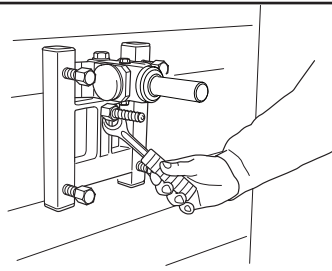

Fig. 4
2. DMS 160 AT. Fissare la colonna di foratura all'attacco angolare della piattaforma. Serrare la vite di bloccaggio (a) con una chiave a brugola da 8 mm. La colonna di foratura può essere ruotata di 360° e bloccata (fig. 4) nella posizione desiderata con la vite di bloccaggio (a).
2. DMS 160 AT. Die Bohrsäule wird an der Winkelhalterung der Sohlenplatte montiert. Sicherungsschraube (a) mit dem 8-mm-Inbusschlüssel anziehen. Die Bohrsäule kann sich um 360° drehen und stufenlos (Abb. 4) mit der Sicherungsschraube (a) in der jeweiligen Stellung verriegelt werden.
2. DMS 160 AT. Le pilier de forage se monte sur la fixation angulaire du piétement. Serrer la vis de blocage (a) à l'aide d'une clé hexagonale de 8 mm. Le pilier de forage peut pivoter de 360° et être verrouillé en continu (Fig.4) sur la position souhaitée à l'aide de la vis de blocage (a).
2. DMS 160 AT. De boorkolom wordt op de hoeksteun van de bodemplaat gemonteerd. Zet de borgschroef (a) vast met een 8 mm inbussleutel. De boorkolom kan 360° draaien en wordt met de borgschroef (a) traploos vastgezet (Fig. 4) in de desbetreffende stand.